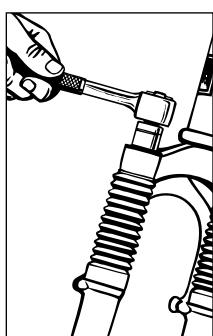

Figura 3 Q5, Q21
**Per cambiare il tasso di elasticità — Quadra 5:** Svitare semplicemente il tappo superiore con una chiave esagonale da 22mm, e rimuovere la serie paraurti (Vedere figura 3). Lubrificare interamente il nuovo paraurti con un grasso leggero tipo Judy Butter, Finish Line o Pedro o un altro (non usare grasso a base di Litio). Reinstallare il tappo di regolazione, ma senza torcerlo (il tappo deve essere adattato con precisione al tubo superiore).
(vedere grafico). NOTA: non è necessario lubrificare MCU. Reinstallare il tappo di regolazione per colonna di molle/assemblaggio (il tappo deve essere adattato con precisione al tubo superiore—Vedere figura 3). Per rimuovere il tappo di regolazione, potrebbe essere necessario allentare i bulloni a corona da 4mm Stringere nuovamente i bulloni a corona a 60 in./lbs. (6, 8 Nm) alternando bulloni superiori e bulloni inferiori per assicurare una torsione uniforme. Ispezionare l'inserimento dei tubi superiori (vedere fig. 6 istruzioni per l'installazione).